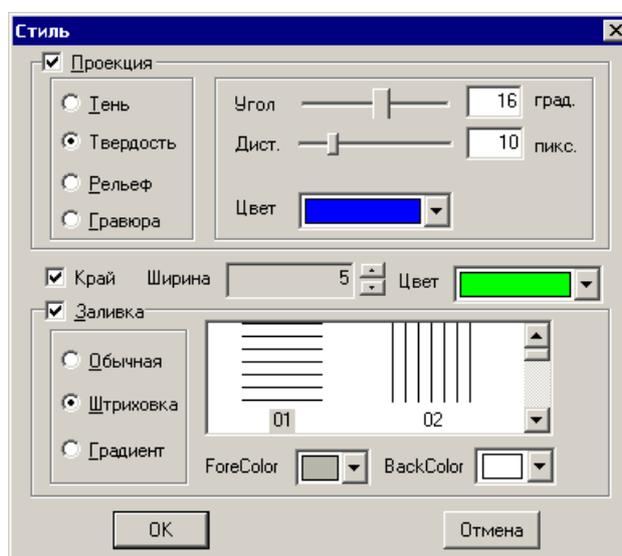
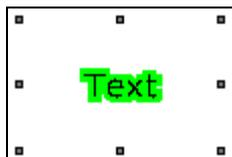

Рисунок 41
Рисунок 43
Окно «Стиль» (см. рис. 41) позволяет настроить оформление отображаемой надписи.
- Если установлен флажок переключателя «Проекция» (см. рис. 41), то становится доступен переключатель типа стиля, выбором позиции которого задается стиль надписи. Чтобы на фоне «тени» был виден исходный текст (см. рис.), следует одновременно установить флажок переключателя «Заливка» и выбрать позицию «Обычная» соответствующего переключателя.
- Если установлен флажок переключателя «Край» (см. рис. 41), то становятся доступны поля выбора толщины и цвета линии «обводки» текста. Чтобы на фоне «обводки» был виден исходный текст (см. рис. 43), следует одновременно установить флажок переключателя «Заливка» и выбрать позицию «Обычная» соответствующего переключателя.
- Если установлен флажок переключателя «Заливка» (см. рис. 41), то становятся доступны поля выбора способа заливки поля текста.